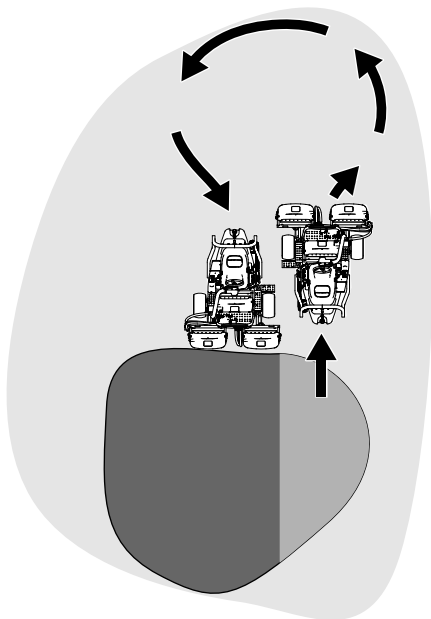

Figura 26
- Para reduzir o tempo de funcionamento e facilitar o alinhamento para o próximo passo, oriente a máquina momentaneamente para a direção contrária, virando depois a máquina na direção da zona por cortar. Este movimento é uma volta em forma de gota (Figura 26) que alinha rapidamente a máquina para a próxima passagem.